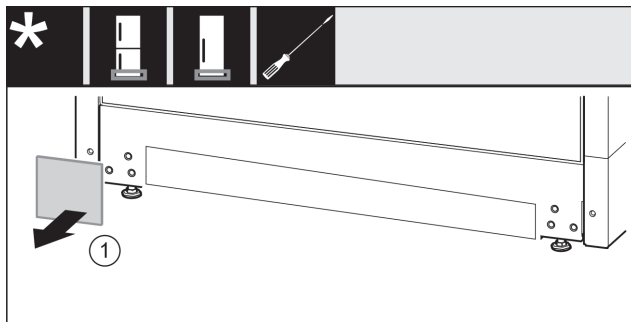

Fig. 13
- ▶ Snemite pokrov Fig. 13 (1).